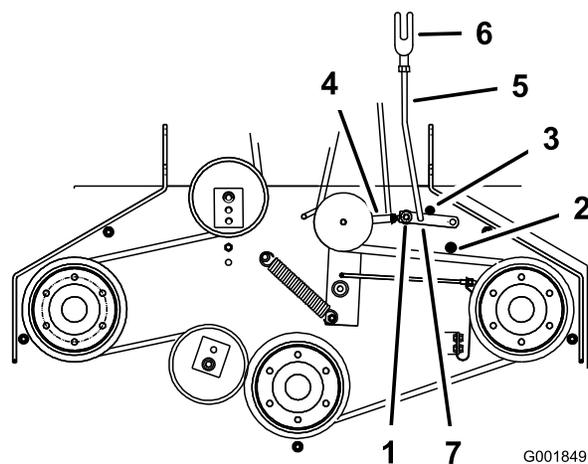

Figure 48
5. Vérifiez que le bras d'assistance est en appui contre la butée arrière sur le tablier (Figure 48).
7. Le bras d'assistance doit toucher la butée avant sur le plancher. Dans le cas contraire, réglez le levier coudé pour le rapprocher du renfort (Figure 48).
8. Pour ajuster la bielle du bras d'assistance, enlevez la goupille fendue du bras d'assistance (Figure 48).
11. Installez la bielle dans le bras d'assistance et fixez-la avec la goupille fendue (Figure 48).